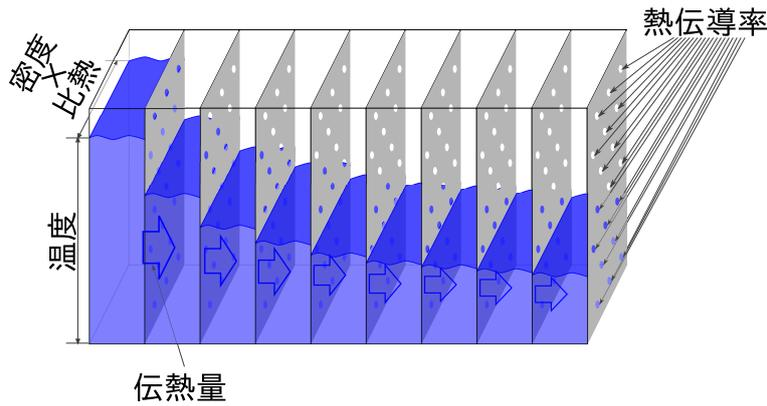

図 1 水槽での比喻
熱拡散率は式 (1) の定義からでは、どのような意味を持つ値なのかがわかりにくい。熱伝導率と熱拡散率（温度伝導率）の関係を想像しやすいように、熱と温度を水槽に貯まる水の量と水位に例える。図 1 のように細長い水槽が並んでいて左から水が入り、水槽の間の壁には穴があいていて隣の水槽に水が流れ込む水槽の列を考える。流れてくる水の量が伝熱量（伝わる熱の量）に、水槽の水位の変化が温度の変化に対応する。水槽の奥行きが密度 ρ （単位：kg/m³）×比熱 c_p （単位：J/(kg K)）に対応し、奥行きが深いと水が貯まっても水位は変化しづらい（密度×比熱が大きいと熱が伝わっても温度が変わりにくい）。温度差が増えると伝わる熱の量も増えるように、水位の差が大きいと流れ込む水の量も増える。